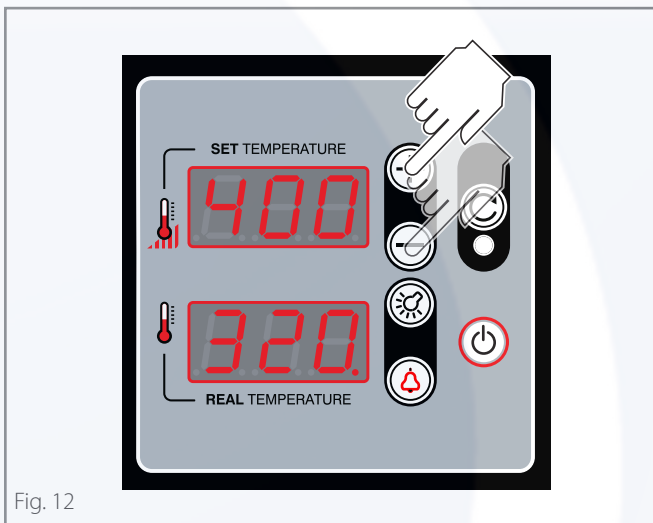

Fig. 12
- A** ▶ **Fig. 12** Ajuste la **temperatura de la cámara a 400°C - 752°F** presionando las teclas "+" o "-" hasta que aparezca el valor deseado en la pantalla (por ejemplo, 400°C - 752°F),